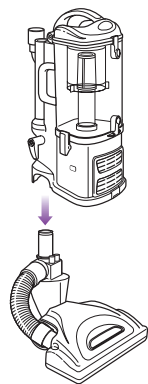

Fig. 8
- 2 Alignez le tube de la brosse à planchers avec le tube du corps de l'aspirateur *Lift-Away^{MD}* en les enfonçant l'un dans l'autre jusqu'à ce que les deux pièces s'enclenchent. **(Fig. 8)**